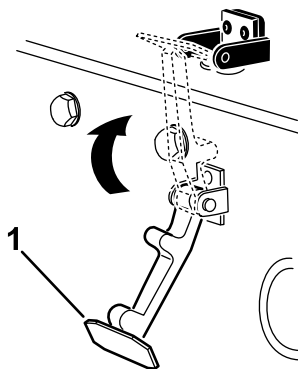

Bild 34
6. Haken Sie den Riegel in die Halterung des Motorhaubenriegels ein (Bild 34).